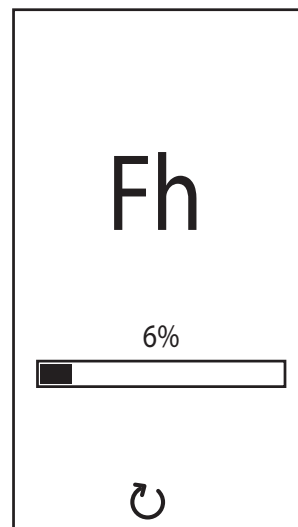

fig. 9- Purge avec ventilateur éteint
- Pendant les 280 secondes qui suivent, le cycle de purge se poursuit avec le ventilateur éteint (fig. 9).